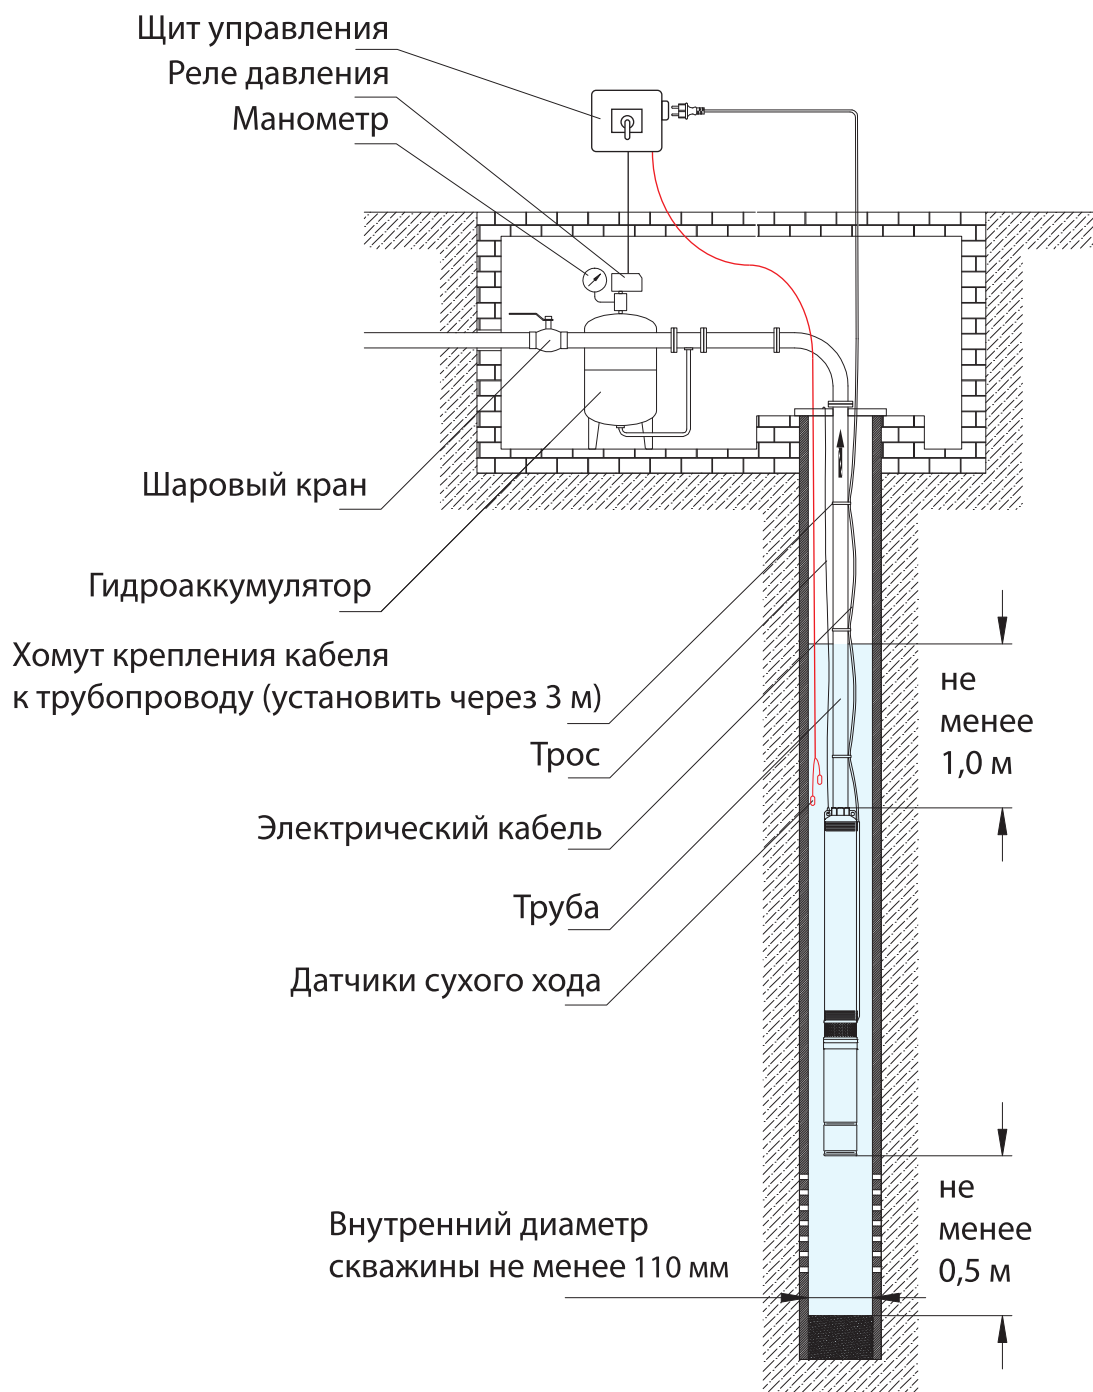

Рис.1. Схема установки электронасоса в скважину.
- 4.3.2. Закрепите удерживающий трос при помощи крепёжного ушка на крышке насосной части и приготовьтесь опустить насос, при этом строго запрещается использовать кабель питания в качестве удерживающего троса. Глубина погружения насоса не может превышать 40 метров от поверхности воды, а расстояние от дна скважины должно быть более 50 см. Насос должен быть погружен в воду не менее чем на 1 м (Рис. 1). Во избежание попадания в фильтрующую сетку водорослей, которые могут блокировать подачу воды и мешать нормальной работе насоса, рекомендуется установить фильтр-сетку для задержания грязи.
- 4.6.1. Во время монтажа насоса могут применяться как металлические трубы (которые можно использовать для закрепления насоса), так и гибкие трубы, выдерживающие давление в 1,5 раза больше, чем максимальное давление, создаваемое насосом (Рис. 1).